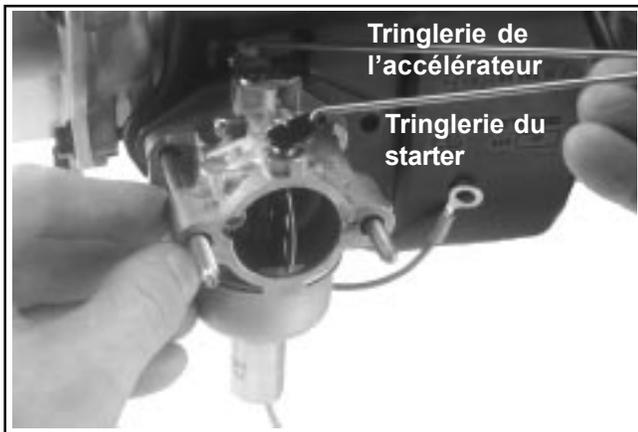

Figure 10-55. Installation du carburateur avec tringles.
6. Attacher les tringles du starter et de l'accélérateur au carburateur et installer le carburateur. Voir la Figure 10-55. Si le levier du régulateur n'a pas été déconnecté, le glisser dans l'arbre du régulateur en l'orientant vers le haut.